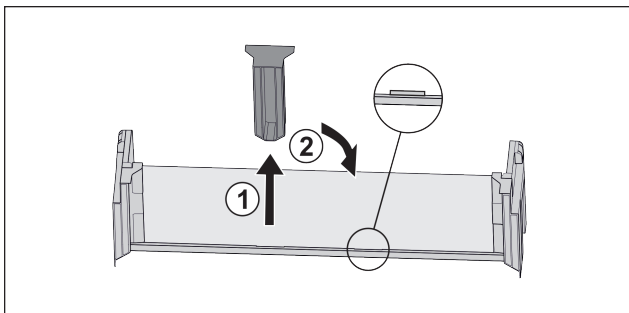

Fig. 103
- ▶ Retirar la pieza de sujeción central Fig. 103 (1).
- ▶ Colocar la pieza de sujeción central en la segunda posición Fig. 103 (2).